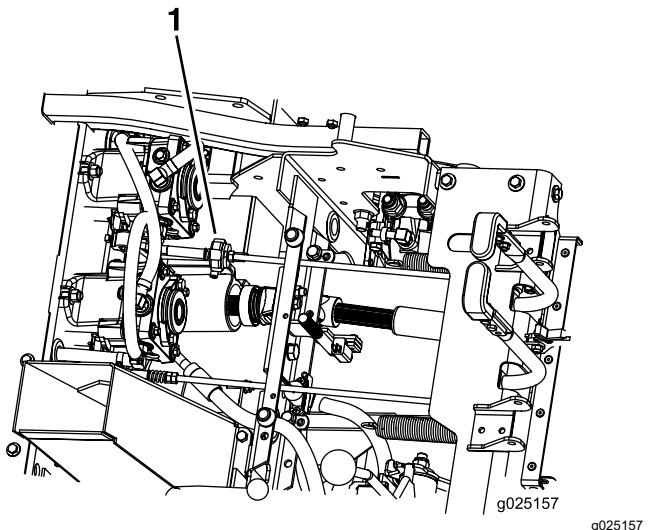

Figura 49
7. Asegúrese de que la máquina no se desplaza en punto muerto con el freno de estacionamiento quitado (Figura 49).